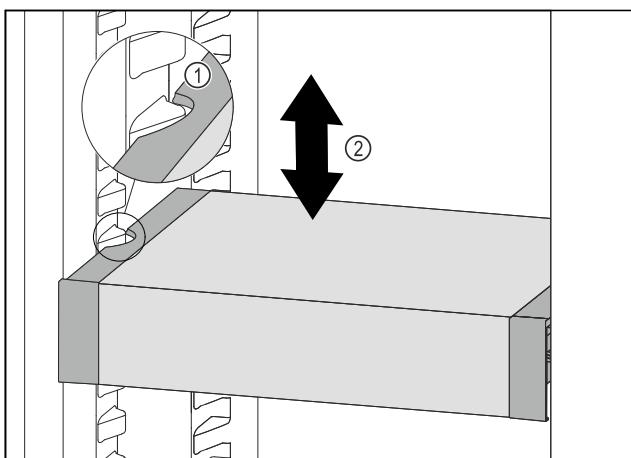

Fig. 131
- Trageți în față VarioSafe, până când degajările laterale ale VarioSafe se află la înălțimea nervurii recipientului din frigider. Fig. 131 (1)
- Mișcați în sus sau în jos VarioSafe în frigider, până când este atinsă înălțimea dorită. Fig. 131 (2)